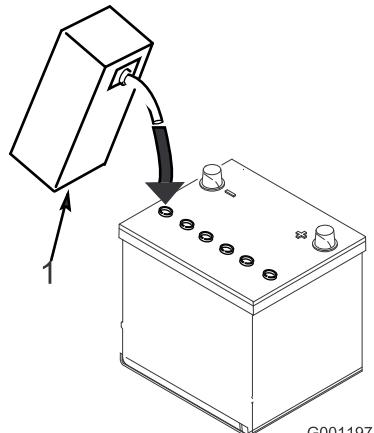

Figura 4
- Riempite con cautela ciascun elemento di elettrolito finché le piastre non sono coperte con circa 6 mm di fluido (Figura 4).
- Attendete circa 20 o 30 minuti perché le piastre assorbano l'elettrolito. All'occorrenza rabboccate finché l'elettrolito non è a 6 mm circa dalla base della tazza di riempimento (Figura 4).